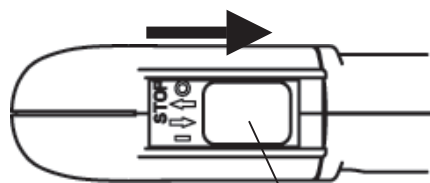

图 1
- (1) 将本机放在平坦的地方。
- (2) 将停止开关设到“1”位置（图 1）。